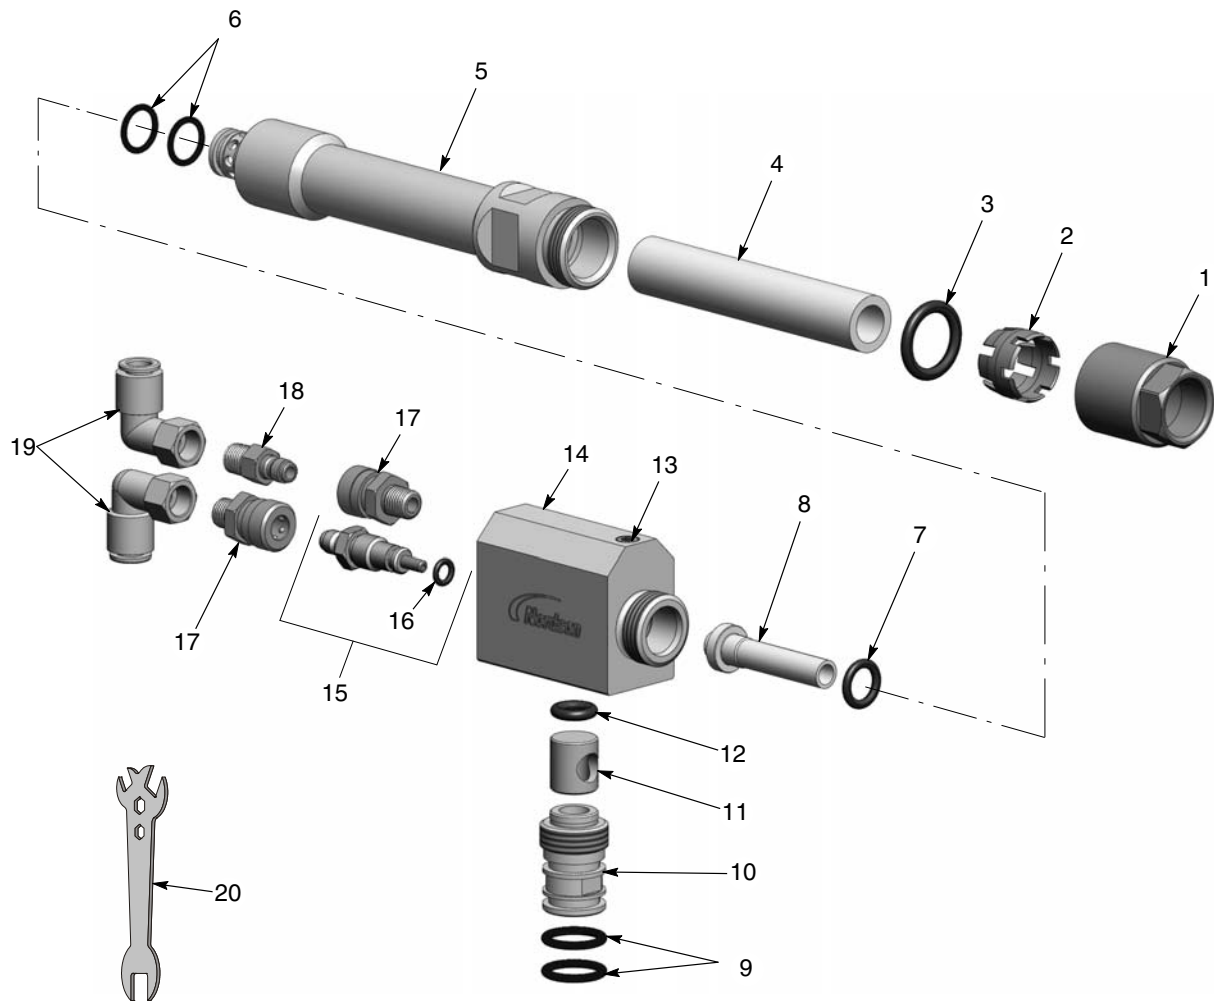

Figura 3 Piezas de la bomba
1. Ver la figura 3. Desenroscar la tuerca (1) y tirar de la manguera de polvo para sacarla del soporte de garganta (5).
2. Desenroscar el soporte de garganta (5) del alojamiento (14) utilizando una llave de boca de 25 mm.
3. Extraer la garganta (8) del soporte. Extraer la junta tórica (7) de la garganta.
Ver la figura 3.